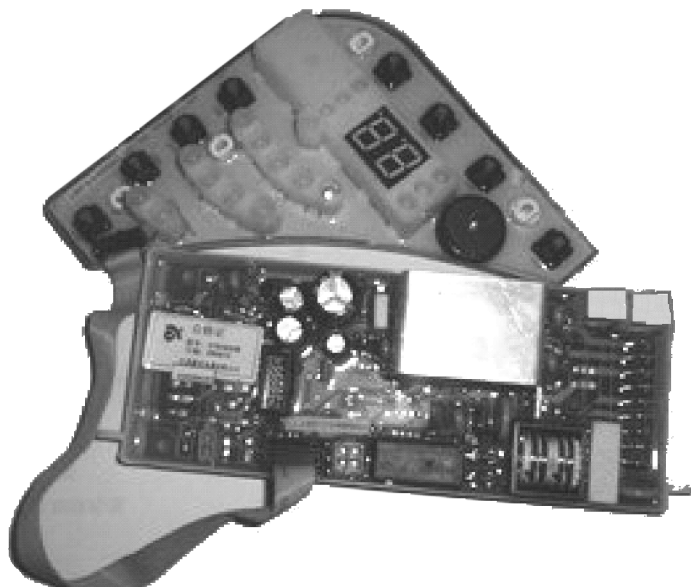

图 4-123 型号为 C303854 的电脑板实物
2) 该机电脑板损坏时，可用型号为 C303854（见图 4-123）的电脑板进行更换。